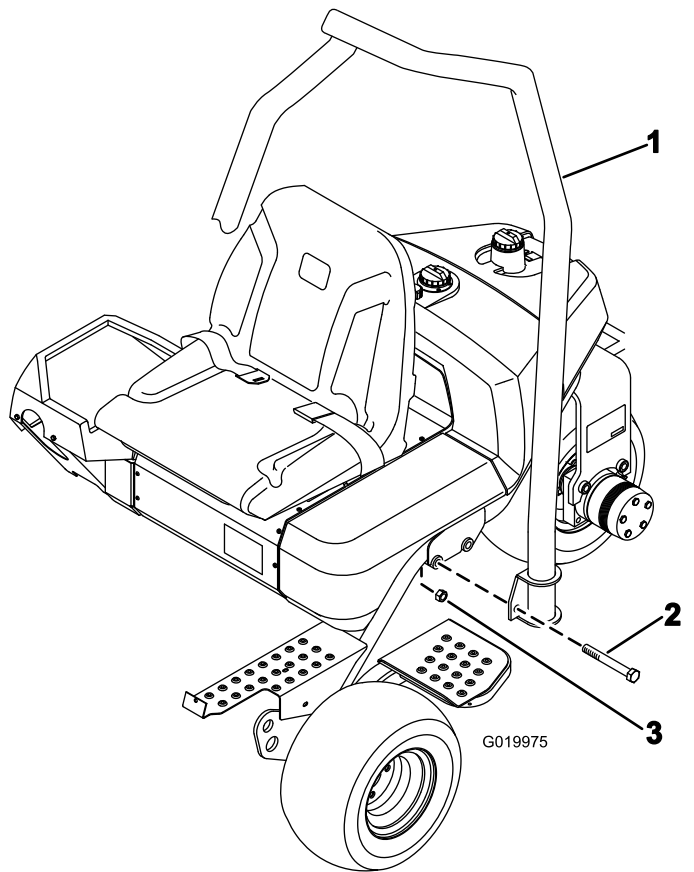

Рисунок 7
1. Расположите защитную дугу так, чтобы верхняя часть изгиба трубы была направлена к передней стороне машины (Рисунок 7).
2. Опустите защитную дугу на раму, совместив с монтажными отверстиями (Рисунок 7).
3. Прикрепите каждую сторону защитной дуги к раме 2 болтами (5/8 x 4 1/2 дюйма) и контргайками, как показано на Рисунок 7.